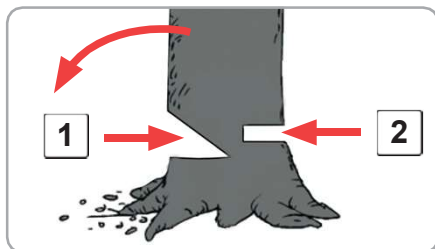

Fig.11
Doborarea copacilor (Fig.11):
- Luati in calcul caderea copacului si taiati o pana intr-o treime din diametrul copacului (fig.11,
- Efectuati o taietura de separare la un nivel deasupra penei de coborare din directia opusa (fig.11, poz.2).